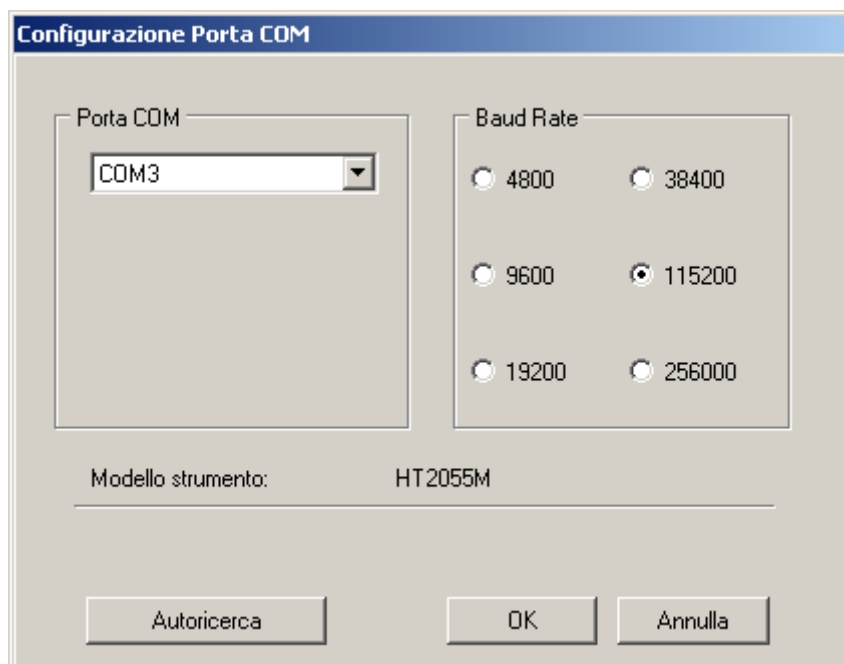

Fig. 37: Connessione strumento a PC
8. Selezionare il comando **“Config → Porta COM...”** e cliccare sul pulsante **“Ricerca automatica”** al fine di verificare il riconoscimento dello strumento da parte del PC (vedere Fig. 37)